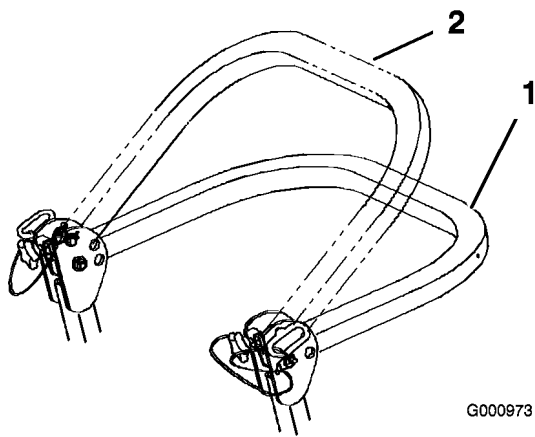

Figura 5
3. Abbassate il roll bar. Il roll bar può essere abbassato in due posizioni, riportate nella Figura 5.